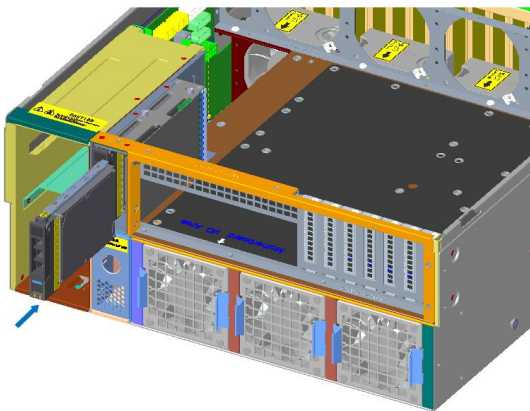

图 2.17
(3) 分别将两块 2.5 英寸硬盘插入后置硬盘模组，如下图 2.17: